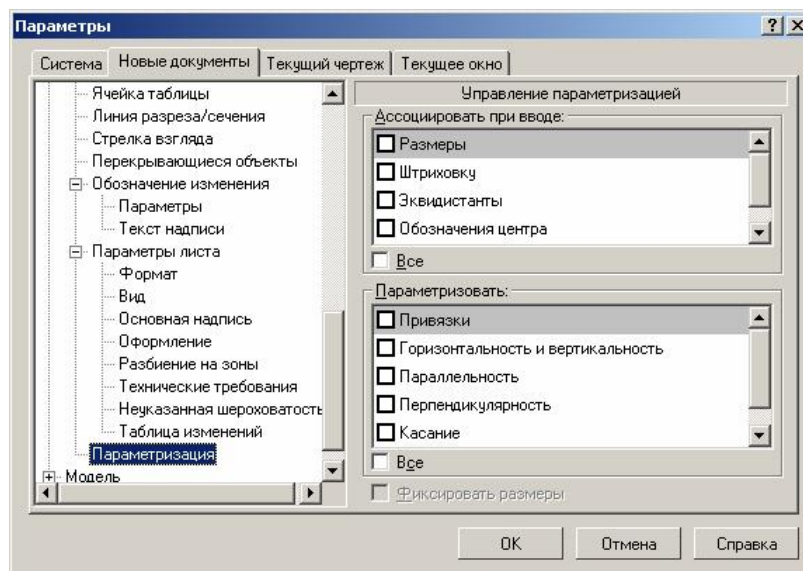

Рис. 9. Окно настройки параметрического режима
2. В появившемся диалоге включите нужные опции параметрического режима (рис. 9).